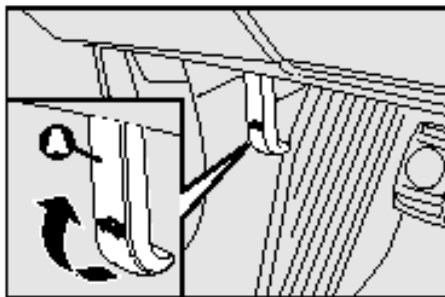

рис.98
- ❑ Потянуть рычаг **А** - **рис. 98**, до щелчка;